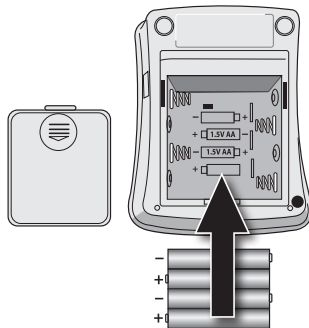

Fig. 2
2. Inserte o reemplace las 4 baterías AA en el compartimiento de las baterías, verificando que las coloca de manera correspondiente con los símbolos de polaridad (Fig. 2). Siempre use baterías nuevas.